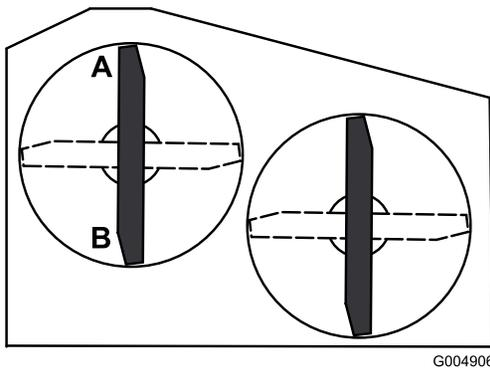

Figura 56
2. Disponete una lama in posizione longitudinale rispetto alla macchina. Misurate ai punti **A** e **B** da una superficie piana fino al tagliente della punta della lama (Figura 56).